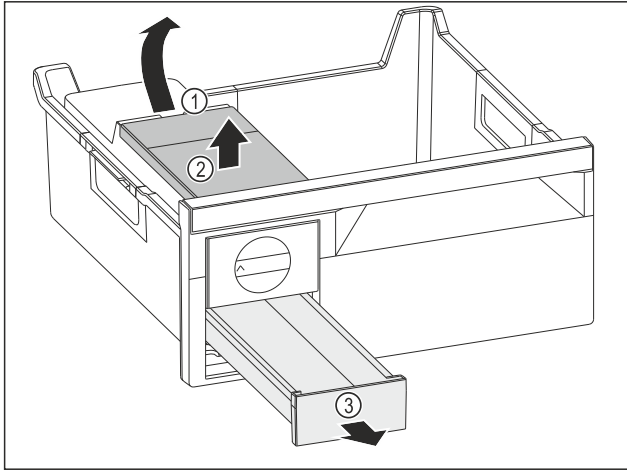

Fig. 130
- Su deposunu çıkarma: Su deposunu boşluktan Fig. 130 (1) tutarak yukarı kaldırın.
- Su deposunu Fig. 130 (2) yukarı doğru çıkartın.
- Buz küpü çekmecesini Fig. 130 (3) öne doğru çıkartın.